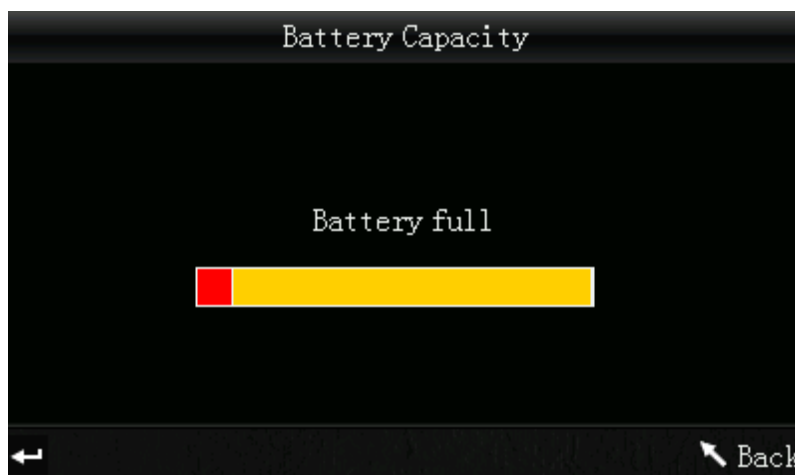

Abbildung 61: Batteriestatus
- h) Wählen Sie „Settings“ – „Power Management“ um die Oberfläche nach Abbildung 61 zu öffnen. Über diese Oberfläche können Sie den Batteriestatus abrufen.